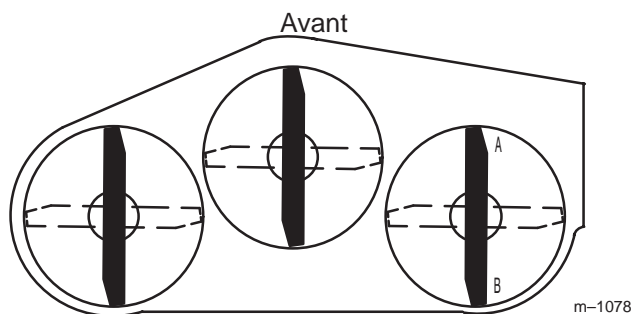
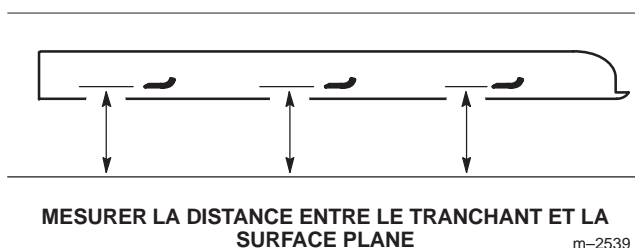

Figure 70
Figure 71
- Tournez la lame **droite** à 180° (Fig. 70).
- Mesurez la distance au point **A** (Fig. 70) entre la surface plane et le tranchant de la pointe de la lame droite (Fig. 71).
- Mesurez la distance au point **B** (Fig. 70) entre la surface plane et le tranchant de la pointe de la lame droite (Fig. 71).
- La lame doit être **plus basse de 6 à 10 mm (1/4 à 3/8 pouce) au point A qu'au point B** (Fig. 70). Si ce n'est pas le cas, passez aux étapes suivantes.